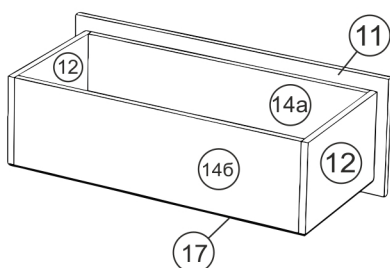
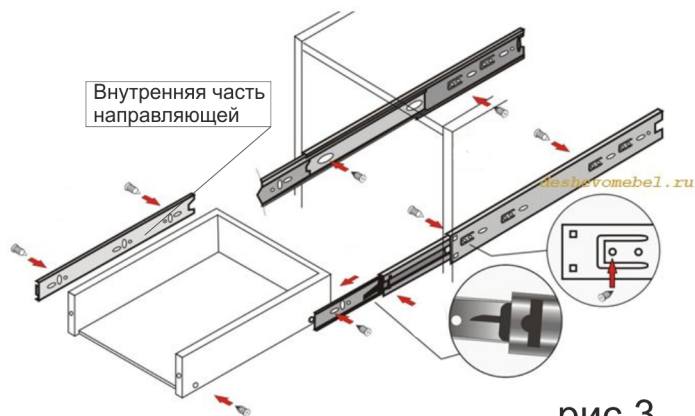

Рис.2
рис.3
- 7) Крышу (3) евровинтами (а) присоединяем к стойкам (1,2).
- 8) К средней стойке (2) крепим щиты (8,9а) евровинтами (а).
- 9) Деталь (10) крепим к щиту (8) и дну (4) евровинтами (а).
- 10) Декоративные планки (7) крепим к крыше (3), щитам (8,9а) евровинтами (а).
- 11) Декор (6) крепим евровинтами к крыше (3). Прибить гвоздями задние стенки из ЛХДФ (проверив предварительно прямоугольность сборки).
- 12) Вытянуть внутреннюю часть направляющих (е), прижав рычажки черного цвета (рис.3). Внешние части (ответные планки) крепим на планки усиления (13) саморезами 3,5х16 (б).
- 13) Внутренние части направляющих крепим на боковины выдвижного ящика (12) саморезами 3,5х16 (б), ориентируясь на наколки.
- 14) С помощью евровинтов (а) собираем ящик, как показано на рис. 2.
- 15) Фасад (11) прикрепить к фальшпанели (14а) саморезами 3,5х30 (в).
- 16) Планки усиления прижать к щиту (8) и задней стенке, закрепить саморезами (в) к деталям (2,10).
- 18) К планкам (7) прикрепить крючки (и) прилагающимися саморезами.
- 19) К нижней направляющей (19) приклеен двусторонний скотч. Убираем с него защитную пленку и приклеиваем нижнюю направляющую на дно (4) вплотную к средней панели. Верхнюю направляющую (20) крепим по краю крыши (3) саморезами (г).